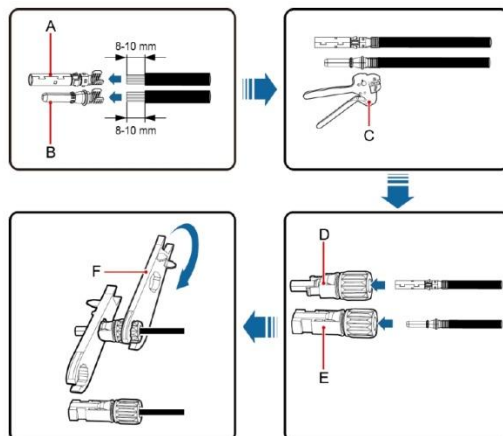

Abb. 5.3 Verbindung zwischen MC4 DC-Steckverbinder und PV-Strang
(2) Nach dem Anschluss des DC-Steckverbinders messen Sie mit einem Multimeter die Spannung des DC-Eingangsstrangs, überprüfen Sie die Polarität des DC-Eingangskabels und achten Sie darauf, dass die Spannung aller Stränge innerhalb des zulässigen Bereichs des Wechselrichters liegt, wie in Abb. 5.3 gezeigt.